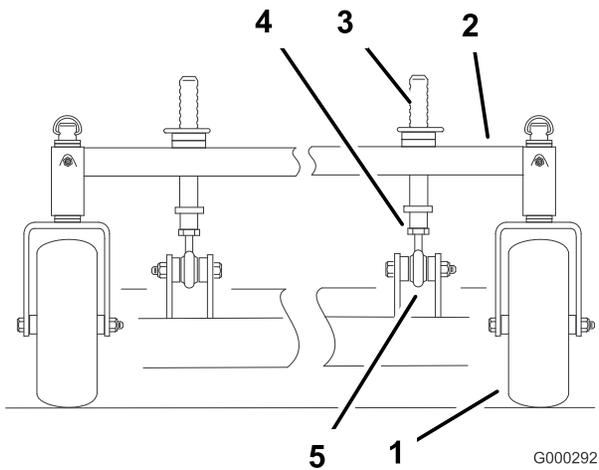

Figura 67
1. Para cambiar la inclinación longitudinal, pueden ajustarse los pilares delanteros de ajuste de altura de corte (Figura 67).
- Para elevar la parte delantera de la carcasa, afloje la contratuerca y haga girar el pilar delantero en el sentido de las agujas del reloj (Figura 67).
- Para bajar la parte delantera de la carcasa, afloje la contratuerca y haga girar el pilar delantero en el sentido contrario de las agujas del reloj (Figura 67).
- Apriete las contratuercas (Figura 67).